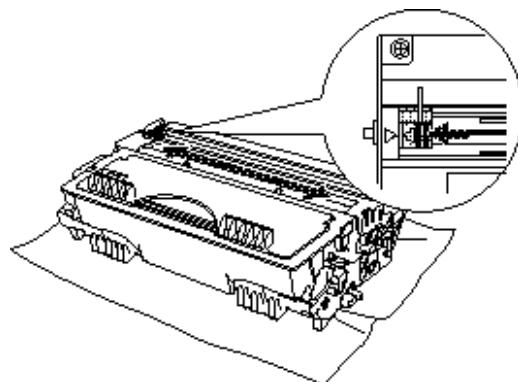

图 5-5
的电晕丝（图5-5）；
- 在往打印机上重新安装硒鼓单元以前，要确保硒鼓单元上的电晕丝清洁器回归原位（s 标记的位置）。否则，在打印时纸上就会出现竖道（见图5-5）。